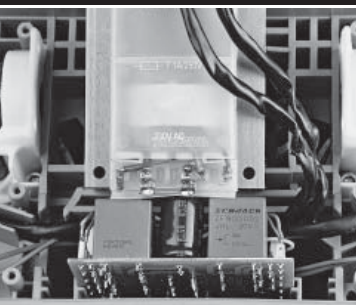

Abb. 1
1. Trafo mit Primärsicherung Duomat 5: alte Netzleitung am Trafo entfernen. (Abb. 1)